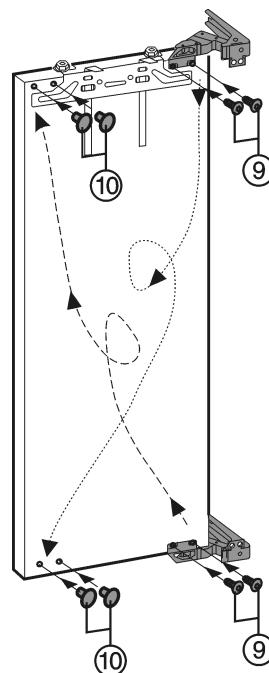

Fig. 4
- Dévisser Fig. 4 (9) les charnières de la porte, les permuter et resserrer (avec un couple de serrage 4 Nm).
- Boucher les trous de fixation à l'aide des bouchons Fig. 4 (10).